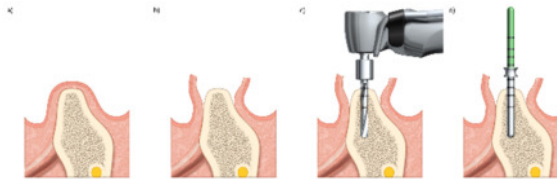

Abbildung 4: Schnittführung (a), Freilegen des Alveolarknochens (b), Bohrung mit Pilotbohrer inkl. Tiefenstopp (c) und Einsetzen des Parallelisierungs-Pins (d)
- Einsetzen des Parallelisierungspfosten zur Überprüfung der Bohrung (s. Abbildung 4).